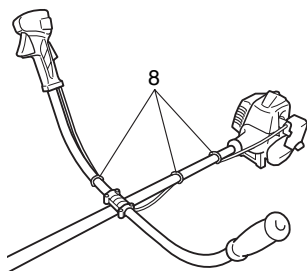

Fig. 5
Fixez le tube de protection au tube de transmission ou à la poignée à l'aide des colliers de cordon (8). (Fig. 5)